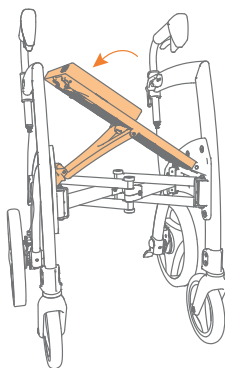

Figure 11: Poussez le siège vers le bas jusqu'à ce que vous entendiez un 'clik'.
- b. Poussez le siège vers le bas jusqu'à ce qu'il s'enclenche en place. Important: le siège n'est pas fixé tant que vous ne l'avez pas clairement entendu 'cliquer' (**Figure 11**).